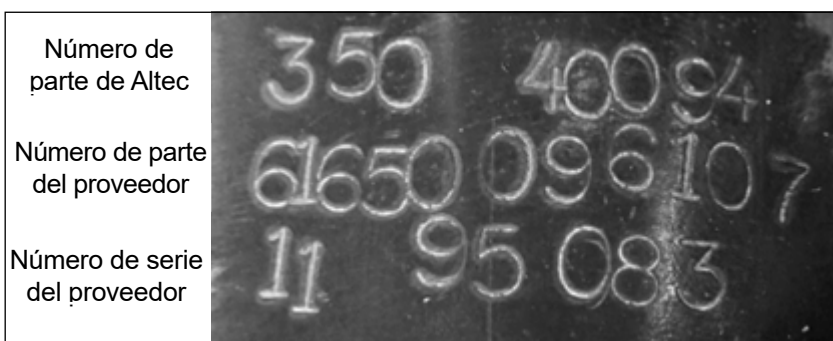

Figura 1 — Inspección del cilindro de la pluma inferior
4. Inspeccione el cilindro de la pluma inferior (consulte la Figura 1) para verificar la información de identificación del fabricante. Registre los resultados de la inspección en la tabla a continuación.